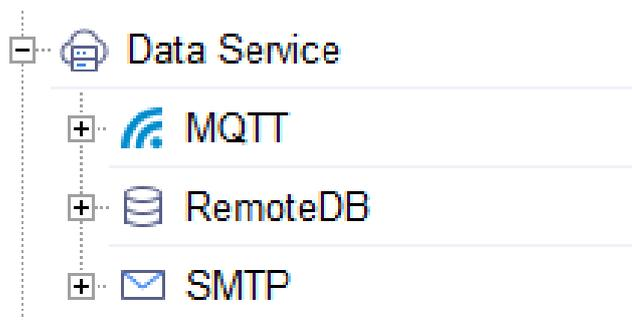

Рис. 3.10. Data Service
- Вкладка «Data Service» представлена на рис. 3.10.